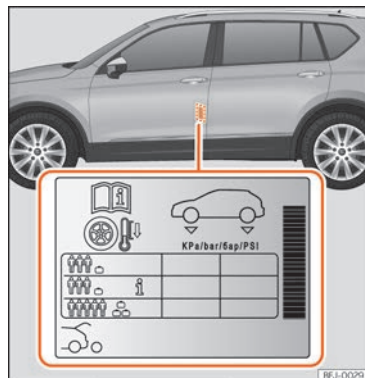

Abb. 230 Einbauort des Aufklebers für den Reifenfülldruck.
- Passen Sie bei größerer Zuladung den Reifendruck entsprechend an »» **Abb. 230.** »
Die Angaben zum Reifendruck befinden sich auf einem Aufkleber an der B-Säule der Fahrertür »» Abb. 230.
Je nach Fahrzeug kann der Reifendruck auf halbe Last eingestellt werden, um den Fahrkomfort zu verbessern (Reifendruck i »» Abb. 230). Beim Fahren mit Komfort-Reifendruck kann sich der Kraftstoffverbrauch leicht erhöhen.
Der Reifendruck muss der aktuellen Fahrzeugbelastung angepasst werden. Wenn das Fahrzeug voll beladen werden soll, muss der Reifendruck entsprechend dem auf dem Reifendruck-Aufkleber »» Abb. 230 angegebenen maximalen Wert erhöht werden.
Füllen Sie bei einem minimierten Notrad (125/70 R18) auf einen Druck von 4,2 bar, gemäß Angabe auf dem Aufkleber mit den Reifendruckwerten »» Abb. 230.
- Der Fahrer ist verantwortlich für den richtigen Reifendruck an allen Reifen am Fahrzeug. Der empfohlene Reifendruck befindet sich auf einem Aufkleber »» Abb. 230.
- Immer den richtigen Reifendruck am kalten Reifen einhalten, wie auf dem Aufkleber angegeben »» Abb. 230.